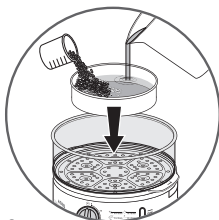

fig. 7
- Placez le bol à riz dans le bol vapeur - Fig. 7.